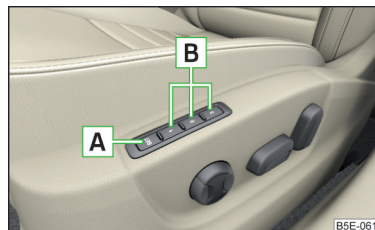

Fig. 63 Butonul SET și butoanele pentru memorare
Pe butoanele de memorare **B** de la scaunul șoferului poate fi memorat reglajul scaunului șoferului și poziția oglinzilor retrovizoare exterioare » fig. 63.
- ▶ Țineți apăsat butonul **SET** **A** » fig. 63 și apăsați în decurs de 10 s simultan butonul de memorare dorit **B**. Memorarea este confirmată printr-un semnal acustic.
- ▶ Cuplați contactul și apăsați butonul de memorare dorit **B** » fig. 63.